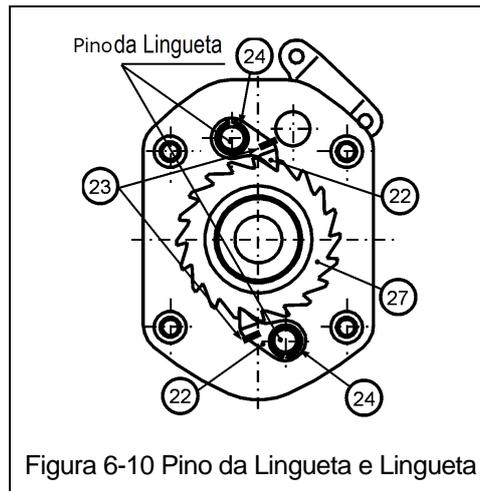

Figura 6-10 Pino da Lingueta e Lingueta
- 1) Aplique levemente a graxa (G2) no Pino da Lingueta e na Lingueta (22). Veja a Figura 6-10.
- 2) **⚠ CUIDADO** Use uma quantidade mínima de graxa na Lingueta (22) para evitar que a graxa atinja as superfícies de fricção do freio.
- 3) Fixe dois conjuntos de Mola da Lingueta (23) e de Lingueta (22) com o Anel Elástico (24).